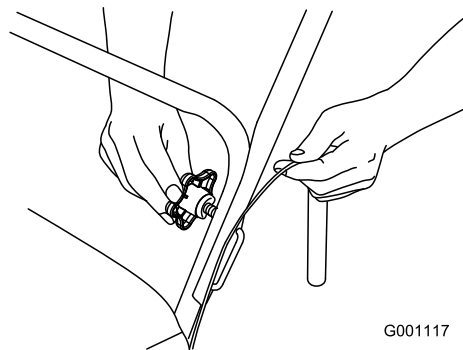

Bild 8
5. Setzen Sie die Handgriffsschrauben ganz ein (Bild 8).
Wichtig: Achten Sie darauf, dass die Schrauben nicht den Bowdenzug einquetschen (Bild 8).